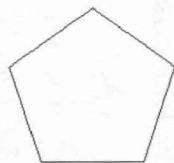

图1-4 绘制正五边形
(2) 执行“绘图/正多边形”菜单命令或者单击“绘图工具栏”中的“正多边形”按钮, 绘制一个正五边形，如图 1-4 所示，相关命令提示如下。